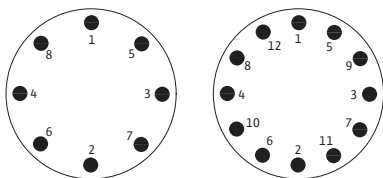

Fig. 41: Ordningsföljd för skruvåtdragning
- Observera ordningen (fig. 41).